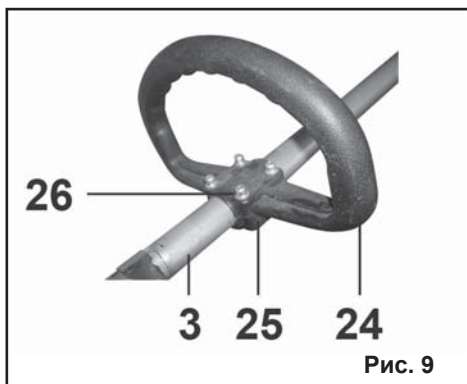

Рис. 9
6.3.4. Найдя удобное положение для ручки (2), затяните шестигранным ключом до упора все болты (26) (Рис. 9).